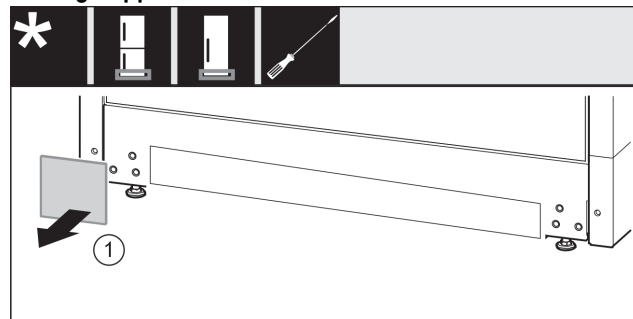

Fig. 24
- ▶ Rimuovere la copertura. Fig. 24 (1)